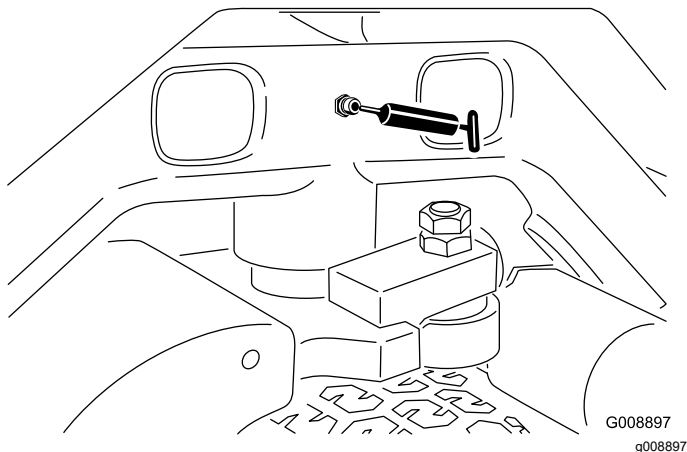

Figura 56
- Articulação da direção (Figura 56)